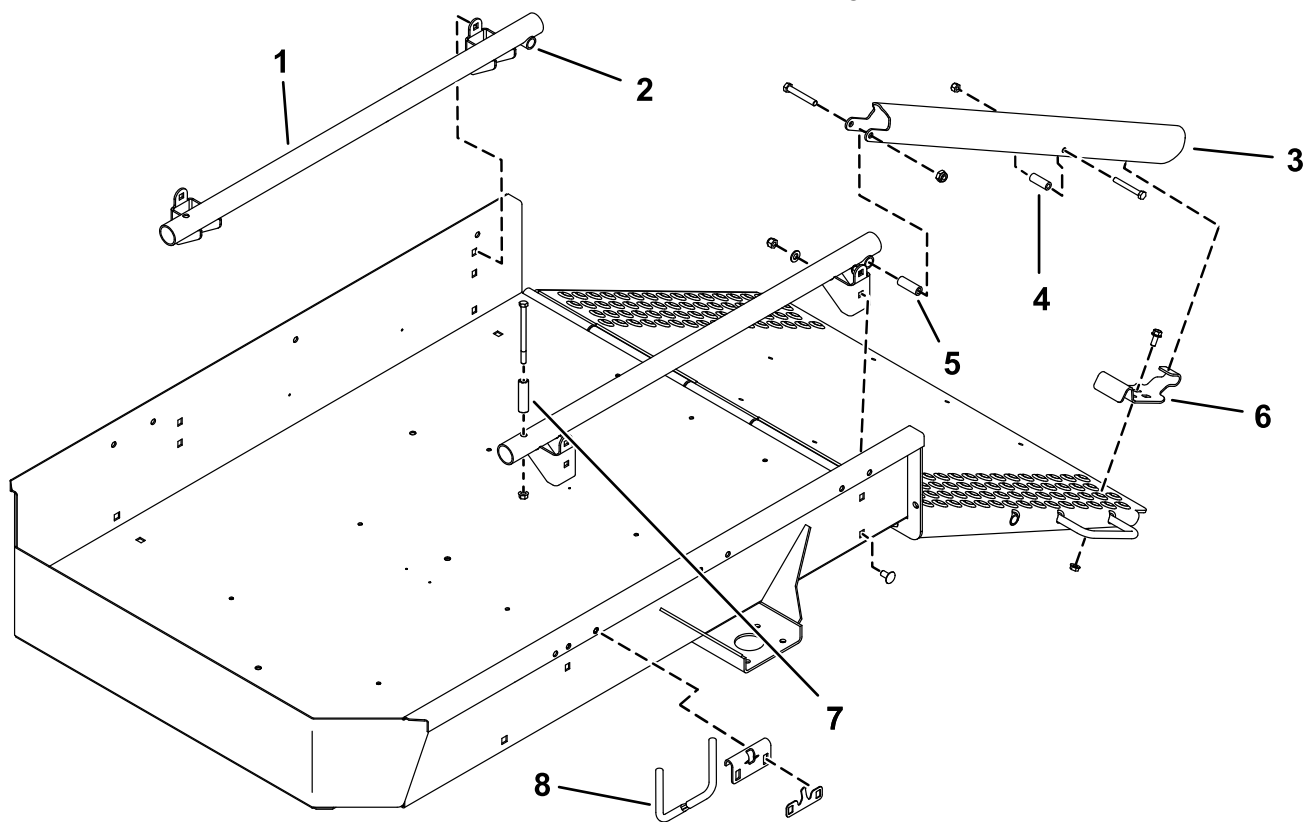
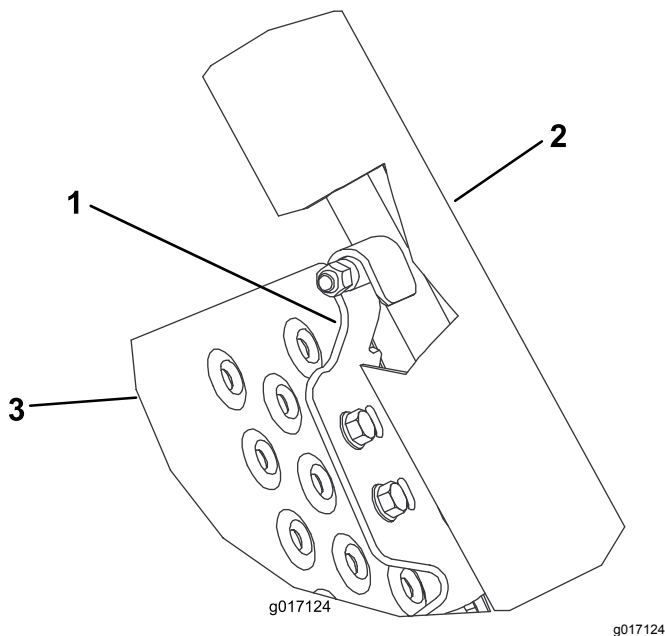

Bild 2
Bild 4
5. Befestigen Sie die Rohrbefestigungshalterungen mit vier Schlossschrauben, Flachscheiben und Sicherungsmuttern in den rechteckigen Löchern an jeder Seite des Anhängers (Bild 2). Positionieren Sie die Rohre so, dass die Querrohre hinten sind.
6. Montieren Sie eine Laderampe mit einer Kopfschraube ($\frac{3}{6}$ " x $2\frac{1}{2}$ "), einem Distanzstück und einer Sicherungsmutter hinten an jedem Rohr (Bild 2).
7. Stecken Sie eine Sechskantschraube durch jedes mittlere Loch in den Laderampen und durch die zwei Gummirohre (Bild 4).
8. Positionieren Sie eine Riegelhalterung so an jeder Seite der Rampe, dass sie mit der Unterseite der Laderampen ausgefluchtet, in den beschichteten Stiften in den Laderampen eingerastet und mit den Löchern in der Rampe ausgefluchtet ist (Bild 2 und Bild 4). Nur ein Satz
9. Befestigen Sie jede Riegelhalterung lose mit Bundbolzen (5/16" x 3/4") und Bundmuttern an der Rampe (Bild 2 und Bild 4).
10. Heben und arretieren Sie die Rampe. Stellen Sie die Riegelhalterungen so ein, dass sie in den Stiften eingerastet sind, und ziehen Sie die Bundbolzen und Bundmutter an (Bild 2 und Bild 4).
11. Befestigen Sie die schmalen Radstangen nach oben zeigend mit den in Schritt 4 entfernten Halterungen und Befestigungen in den Befestigungslöchern in jeder Seite des Anhängers (Bild 2).